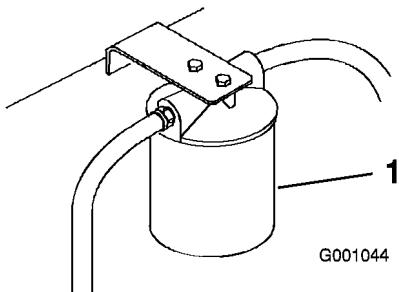

Bild 66
- Stellen Sie eine Auffangwanne unter den Filter, bauen Sie den alten Filter aus und wischen Sie die Dichtungsfläche des Filterstutzens sauber (Bild 66).